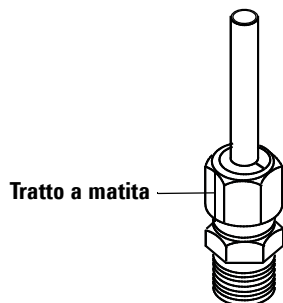

Figura 14 Montaggio del raccordo
- 7 Contrassegnare il dado con un tratto a matita (Figura 14).